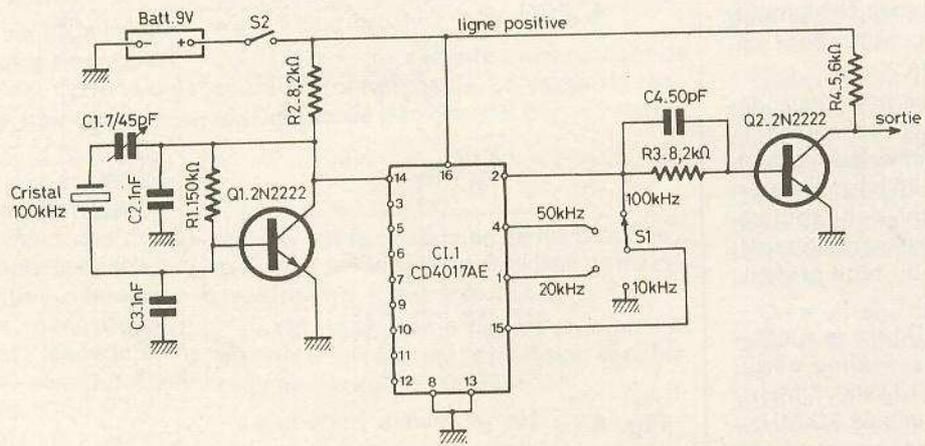

Fig. 2
Le schéma de cet appareil de mesure et de mise au point est donné à la **figure 2**.
En examinant le schéma de la **figure 2**, il est assez facile de voir que Q_1 , un NPN du type 2N2222, est monté en oscillateur, piloté par un cristal taillé pour 100 kHz exactement. Le signal à 100 kHz engendré par Q_1 est appliqué à la broche (14) de CI-1, un CD 4017 AE. Ce CI fournit les signaux résultant de l'opération division de fréquence.
Revenons maintenant au schéma de la figure 2.